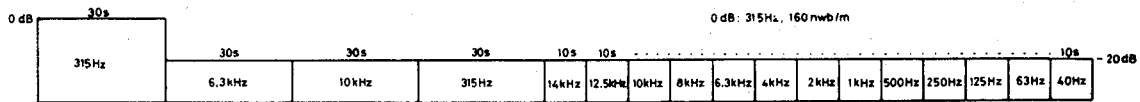

Fig. 10-1 Signaux préenregistrés sur la bande d'étalonnage STD-331B
- STD-331B : Réglage de lecture (Fig. 10-1)